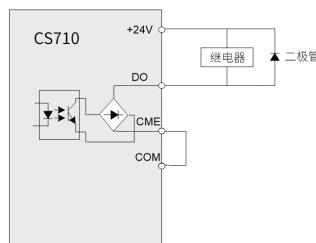

图 3-67 数字输出端子接线示意图
- \* 一定要正确安装吸收二极管的极性。如图 3-67。否则当数字输出端子有输出时，马上会将直流 24V 电源烧坏。